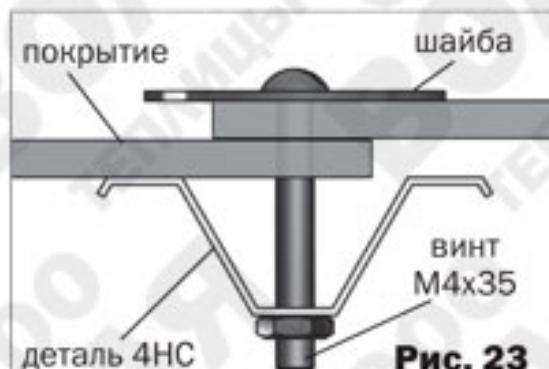

Рис. 23
8. Вначале, установите один лист так, чтобы его края легли на детали **4НС** (**рис.23**).
Закрепите нижние края на деталях **1** винтами с шайбами, кроме деталей по краям листа. Затем установите другой лист внахлест с первым, установив винты с шайбами в местах нахлеста листов в соответствии с **рис.23**.